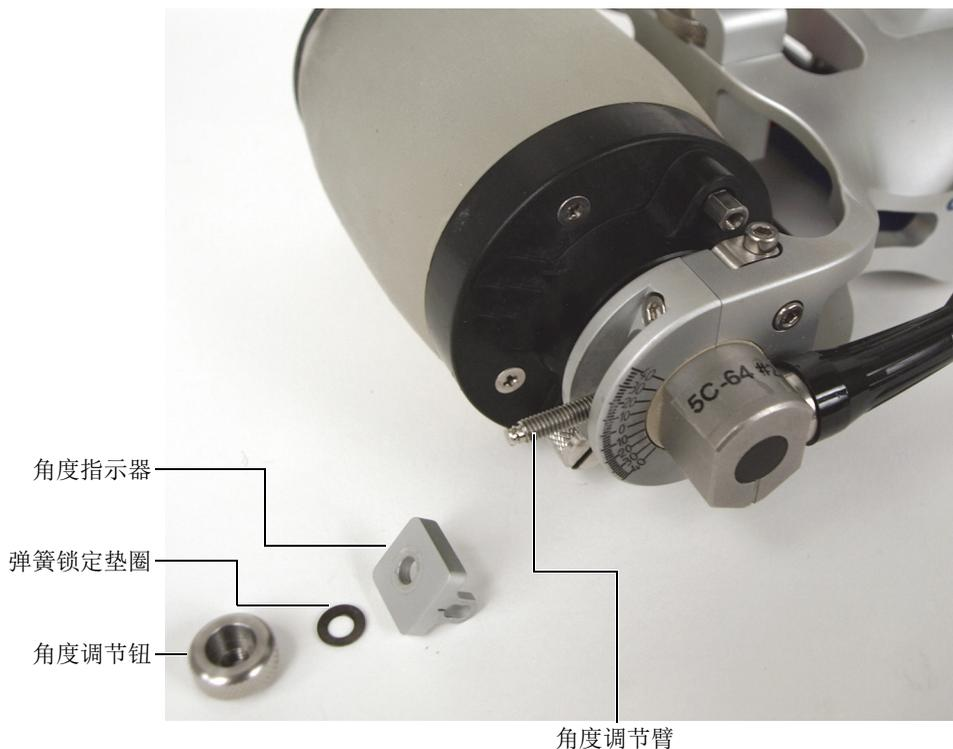

图 6-32 安装探头的角度调节组件
6. 在RollerFORM扫查器的连有探头线缆一侧的角度调节臂上安装角度指示器、弹簧锁定的垫圈，以及角度调节钮（参见第104页的图 6-32）。